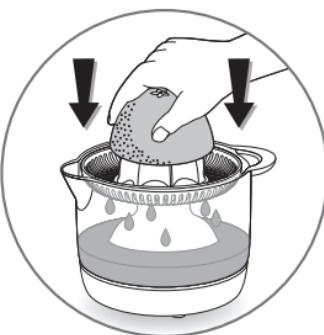

fig.2
- Placez la moitié de l'agrume sur le cône plastique (**C**) et appuyez doucement pour la mise en marche de l'appareil (**fig. 2**). Le jus s'écoulera directement dans la verseuse (**B**).
- Place the halved fruit onto the plastic cone (**C**) and press it down gently to start the appliance (fig. 2). The juice will flow directly into the jug (**B**). Remove the fruit from the cone when all the juice has been extracted.
- Plaats een halve vrucht op de kunststof perskegel (**C**) en druk er zacht op om het apparaat in te schakelen (**fig. 2**). Het sap stroomt direct in de kom (**B**). Haal het fruit van de perskegel als al het sap eruit is geperst.
- Setzen Sie eine Hälfte der Zitrusfrucht auf den Presskegel (**C**) und drücken Sie vorsichtig, damit das Gerät in Gang gesetzt wird (**Abb. 2**). Der Saft fließt direkt in den Behälter (**B**). Entfernen Sie die Frucht vom Presskegel, nachdem der ganze Saft ausgepresst wurde.